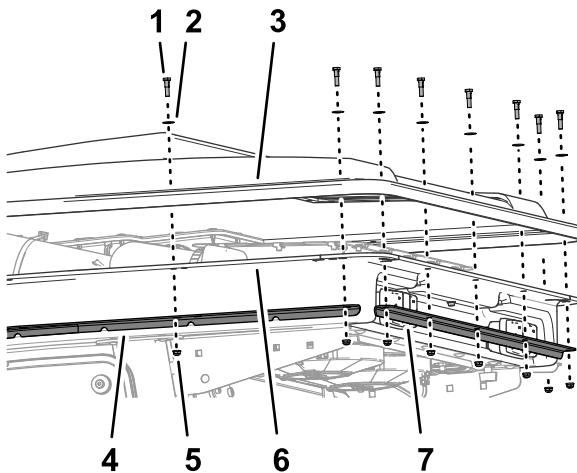

Figura 45
1. Alinee los taladros de la pestaña del techo con los taladros de la pestaña del guarnecido (Figura 45).
2. Conecte la pestaña del techo a la pestaña del guarnecido (Figura 45) con los 22 pernos de cuello largo, las 22 arandelas (5/16" x 5/8"), y las 22 contratuerca con arandela prensada (1/4") que retiró en el paso 3 de Retirada del techo de la cabina \(página 12\).